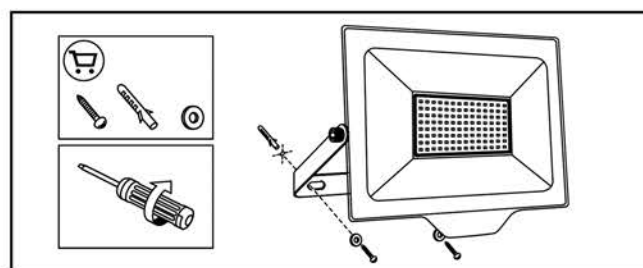

Рис. 1
- 5.5 Разместить и просверлить два отверстия для установки лиры на поверхности стены или любой другой поверхности согласно отверстиям на лире (рис. 1).